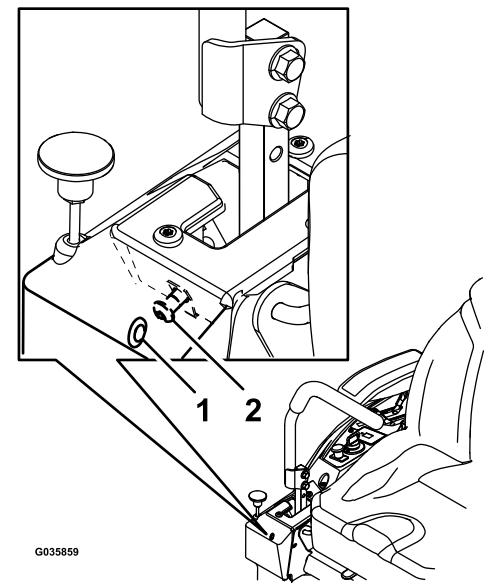

Figure 58
6. Si la machine se déporte à droite, insérez une clé hexagonale de 3/16 pouce dans le trou d'accès du panneau de couvercle avant droit et tournez la vis de réglage de l'alignement dans le sens horaire ou antihoraire pour ajuster la course du levier (Figure 58).
7. Si la machine se déporte à gauche, insérez une clé hexagonale de 3/16 pouce dans le trou d'accès du panneau de couvercle avant droit et tournez la vis de réglage de l'alignement dans le sens horaire ou antihoraire pour ajuster la course du levier (Figure 58).